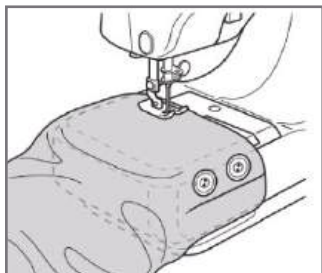

Рис.24
- Опустите лапку и начните шить, следуя обычным инструкциям (Рис.24).